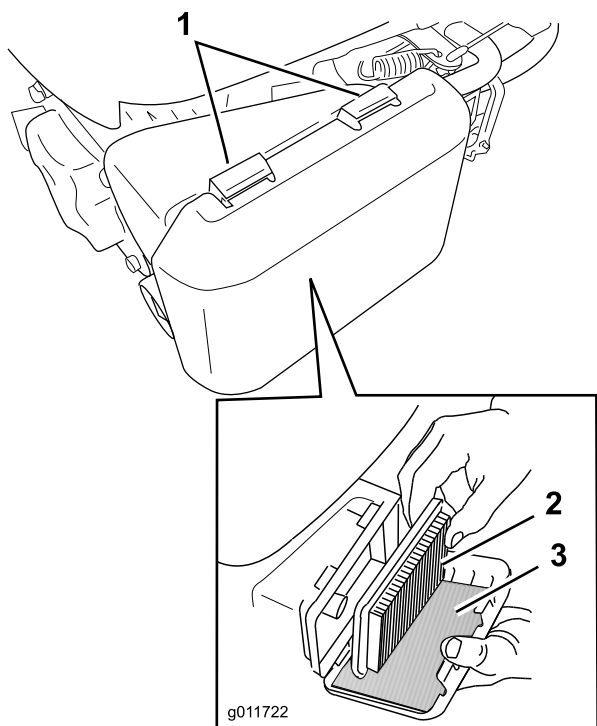

Figure 37
1. Appuyez sur les languettes de verrouillage en haut du couvercle du filtre à air (Figure 37).
3. Retirez l'élément en papier et le préfiltre en mousse (Figure 37).